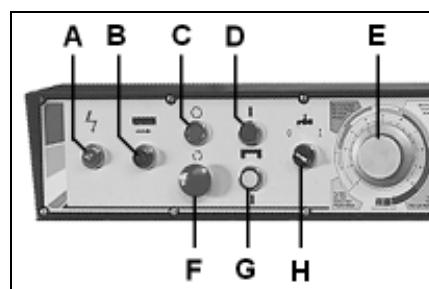

Рис.6
Станок включается нажатием на зеленую кнопку включения (B, Рис. 6). Чтобы выключить станок, нажмите на красную кнопку выключения (C).